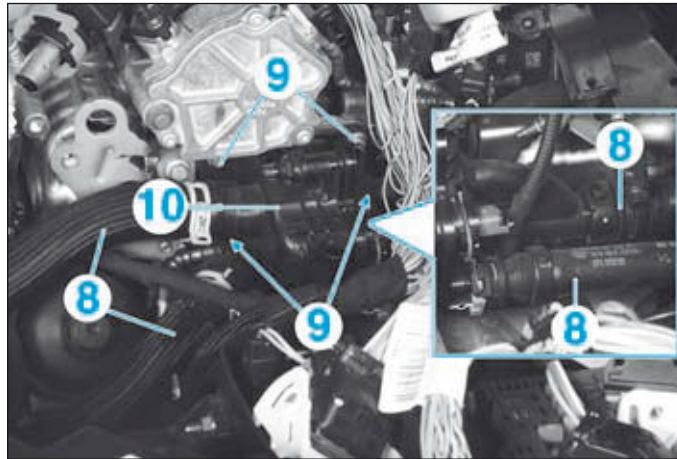

FIG.27
- Débrancher et obturer les durits (8) (Fig.27).
- Déposer les vis (9) et le boîtier thermostatique (10).